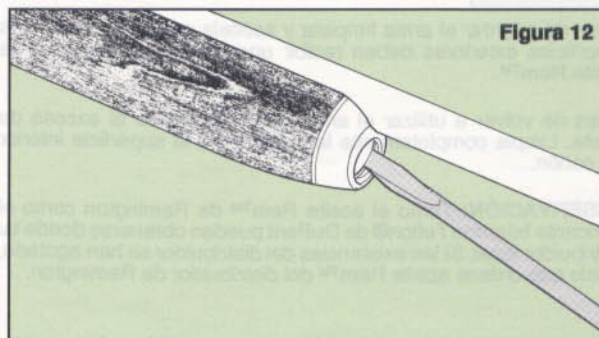

Figura 12
1. Afloje el tornillo de la bomba y desmonte la bomba. Vea la Figura 12.